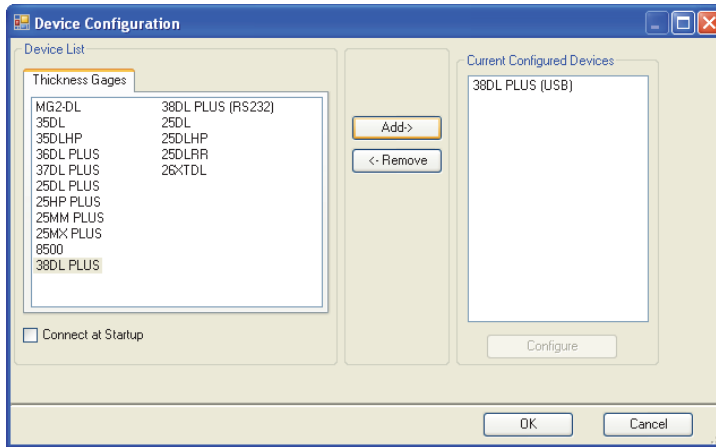

Figura 14-10 La finestra di dialogo Device Configuration (configurazione dispositivo)
- b) Nella finestra di dialogo **Device Configuration** (configurazione dispositivo) [vedi Figura 14-10 a pagina 294]:
- (1) In **Device List** (elenco dispositivi), selezionare 39DL PLUS, ed in seguito cliccare su **Add** (aggiungi).